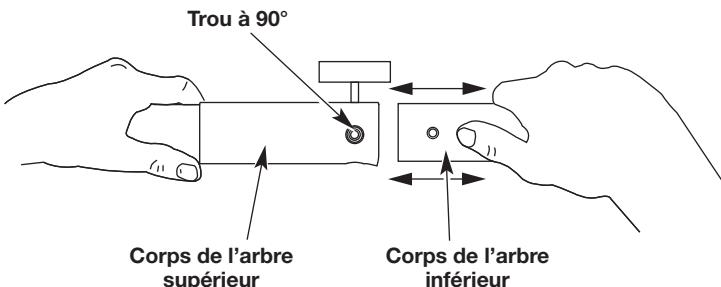

Fig. 3
2. Pendant que vous tenez fermement l'accessoire, poussez-le tout-droit dans le coupleur EZ-Link™ jusqu'à ce que le bouton-ressort s'enclenche solidement dans le trou à 90° (Fig. 3).
- Tout en maintenant fermement le logement de l'arbre supérieur, tirez l'accessoire tout droit hors du coupleur EZ-Link™ (Fig. 3).